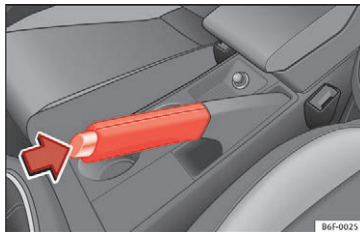

Fig. 176 Håndbremse mellem forsæderne
– Træk håndbremsearmen helt op » Fig. 176.
– Træk håndbremsearmen et stykke opad, tryk låseknappen i pilens retning » Fig. 176, og før håndbremsearmen helt ned » .